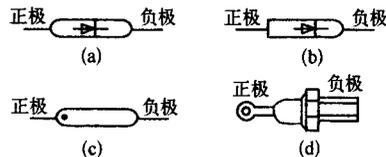

图 1-102 常见二极管极性标示示意图
二极管的正、负极一般在二极管的外壳上标出,图 1-102 所示是常见二极管的极性表示方式。表示二极管极性时,有的标出电路图形符号,有的用色点表示,有的则要借助于二极管的外形特征来识别。
① 图 1-102(a)、(b)所示两种二极管都在外壳上标出电路图形符号,根据电路图形符号可以知道图中左侧为正极,右侧为负极。
② 图 1-102(c)所示二极管中,在外壳上标出一个点,有点的这一端是正极,没有点的这一端是负极。
③ 图 1-102(d)所示二极管的正、负极引脚形状不同,这样可分清它的正、负极,带螺纹的一端是负极,这是一种工作电流很大的整流二极管。